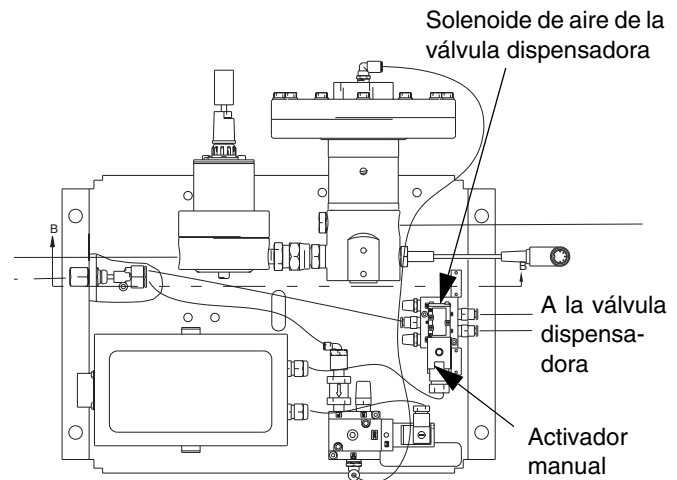

FIG. 14
5. Si el dispositivo dispensador no puede activarse desde la unidad de control, consulte la FIG. 14 y lleve a cabo las siguientes operaciones para abrirlo y liberar la presión del fluido:
- a. Accione manualmente el émbolo del solenoide, el cual abre el dispositivo dispensador, para liberar la presión del fluido. Consulte la FIG. 14.